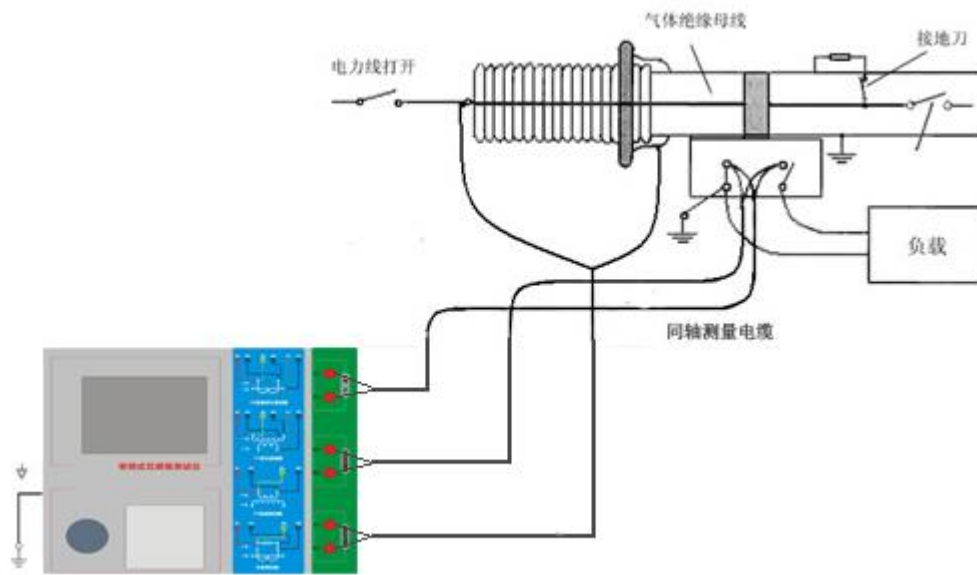

图 C.4 测试仪对 GIS（SF₆）开关上的 CT 测试时的接线方式
4. 测试仪在对 GIS（SF₆）开关上的 CT 测试时的接线方式如图 C.4 所示。